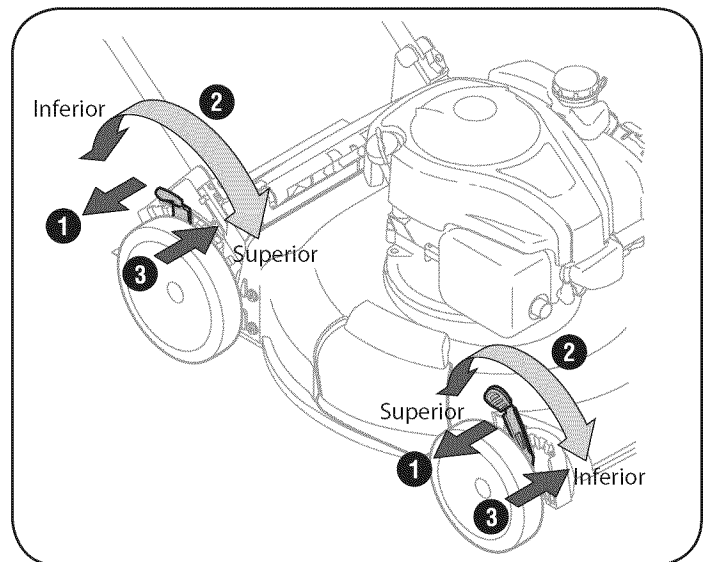

Figura 10
2. Muévela a cualquier de las posiciones para la altura de corte deseado. Vea la Figura 10.
1. Empuje el cebador tres veces. Vea la Figura 10. No cebe el motor caliente para reiniciarlo luego de una detención breve.
3. Sostenga firmemente las dos manijas juntas, tome la manija del arrancador de retroceso y tire de la cuerda para sacarla con un movimiento rápido y continuo. Vea la Figura 10. Mantenga firme la manija del arrancador, deje que la cuerda regrese lentamente al arrancador. Repita hasta que el motor esté en marcha. Deje que la cuerda se enrosque lentamente de regreso.